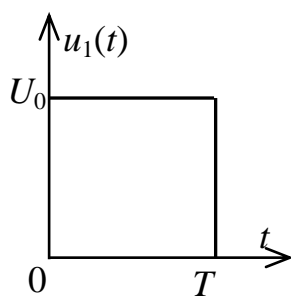

Рис. 12
1. Аналитически опишите импульсные сигналы, представленные на рис. 12 и 13.
2. Выпишите аналитические выражения для реакции исследуемых цепей на импульсные сигналы рис. 12 и 13.